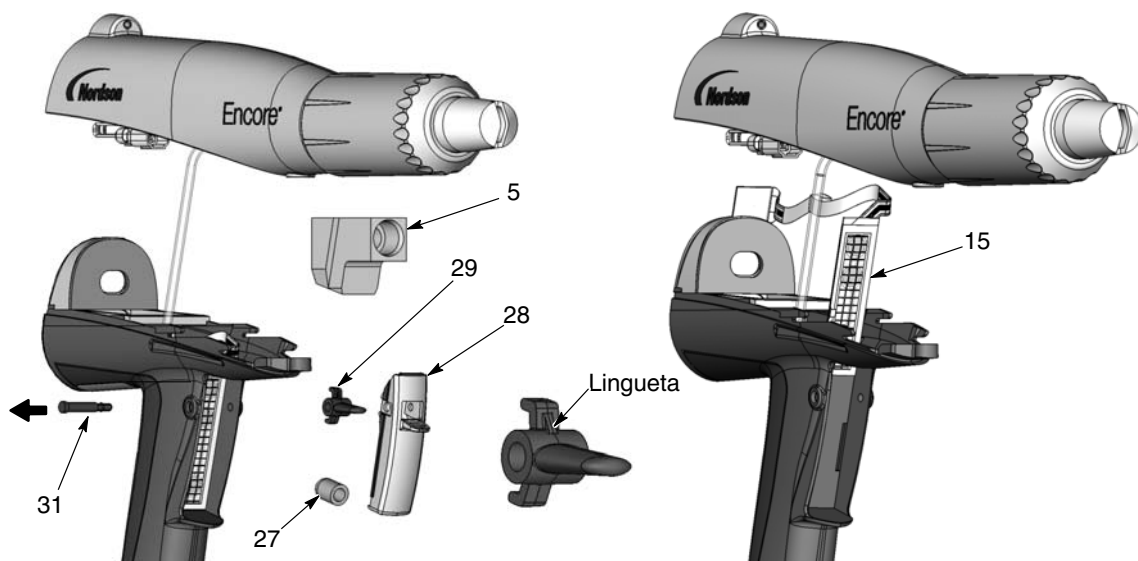

Figura 6-8 Substituição do interruptor dos gatilhos
3. Consulte a figura 6-8. Puxe o cotovelo (5) para fora do tubo de entrada.
4. Empurre a extremidade com menor diâmetro do eixo (31) para fora do punho usando um punção com extremidade plana ou outra ferramenta.
5. Retire, do punho, o gatilho de pintura (28), o actuador (27) e o gatilho de purga (29).
6. Utilize uma ferramenta para sacar o interruptor do gatilho (15) do punho, depois puxe-o para cima e para fora do punho.
1. Consulte a figura 6-8. Oriente o novo interruptor (15) com a grelha voltada para a frente da pistola, depois enfie cuidadosamente a extremidade quadrada inferior do interruptor na ranhura do punho.
4. Monte o gatilho de purga (29) no gatilho de pintura (28) com a lingueta voltada para cima, como ilustrado. **Não monte o gatilho de purga ao contrário.**
5. Posicione os gatilhos no punho e segure-os no seu lugar enquanto empurra o eixo (31) através do punho e dos gatilhos até a cabeça do eixo ficar à face com o punho. O eixo encaixar-se-á no seu lugar se for montado correctamente.